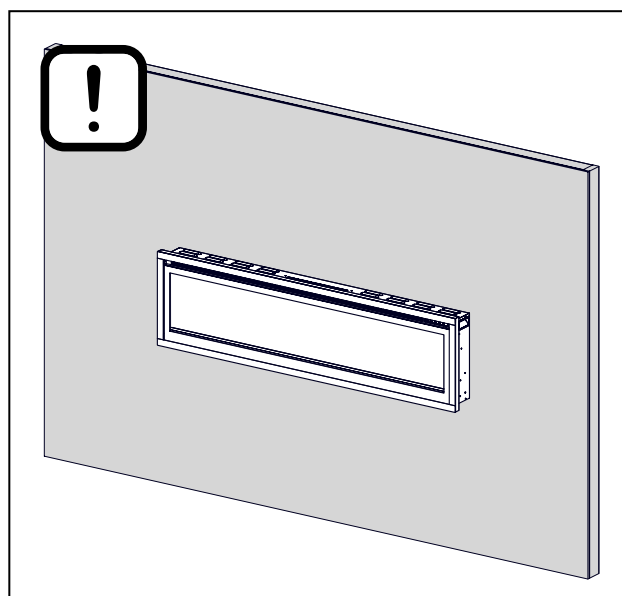

Fig 4
ÉTAPE 6 : Vérifiez la stabilité de l'appareil en vous assurant que le support ne se détachera pas du mur (**Fig 4**).
ÉTAPE 2 : À l'aide de la vis retirée précédemment, fixez le support en L (fourni) au bas du boîtier du foyer, voir la figure 4.
ÉTAPE 3 : Installez l'ancrage en plastique (C) dans le gypse, puis installez la vis B (fournie)